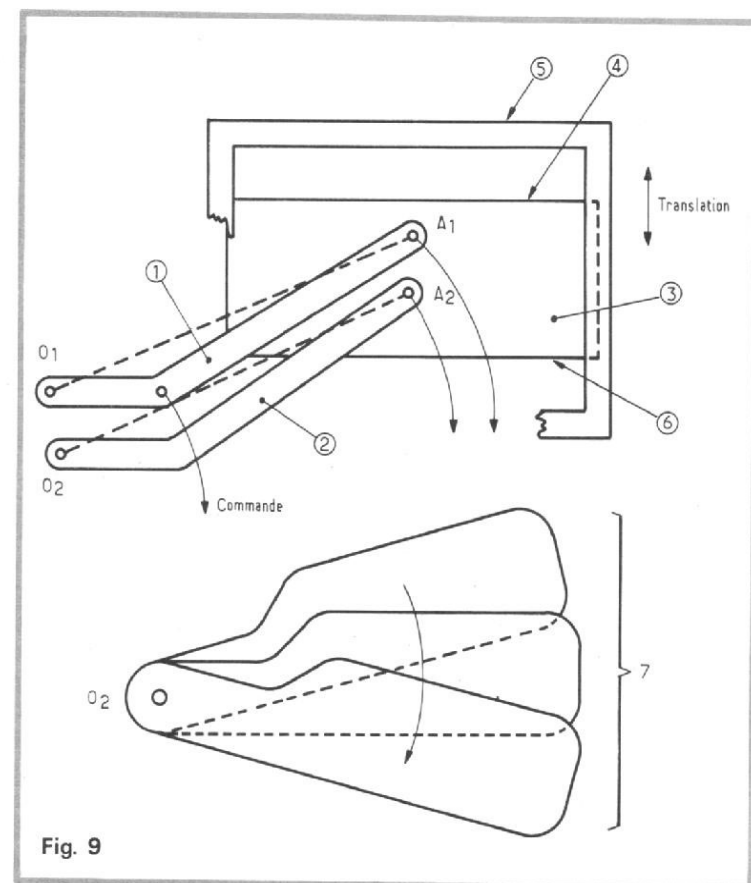

Fig. 9
Appliquée à l'un des rideaux, la figure 9 en explique schématiquement l'organisation mécanique. Deux bras de levier, (1) et (2), s'articulent autour des axes O_1 et O_2 , solidaires du boîtier. Leurs autres extrémités, A_1 et A_2 , tournent autour d'axes rivés sur un premier rideau rectangulaire (3). Lors de l'ouverture ou du réarmement, le parallélogramme $O_1 O_2 A_1 A_2$ garantit le déplacement, parallèlement à elle-même, de la bordure (4) du rideau (3) démasquant la pellicule. La bordure (5) de la fenêtre de visée forme glissière de guidage pour ce mouvement de quasi translation.